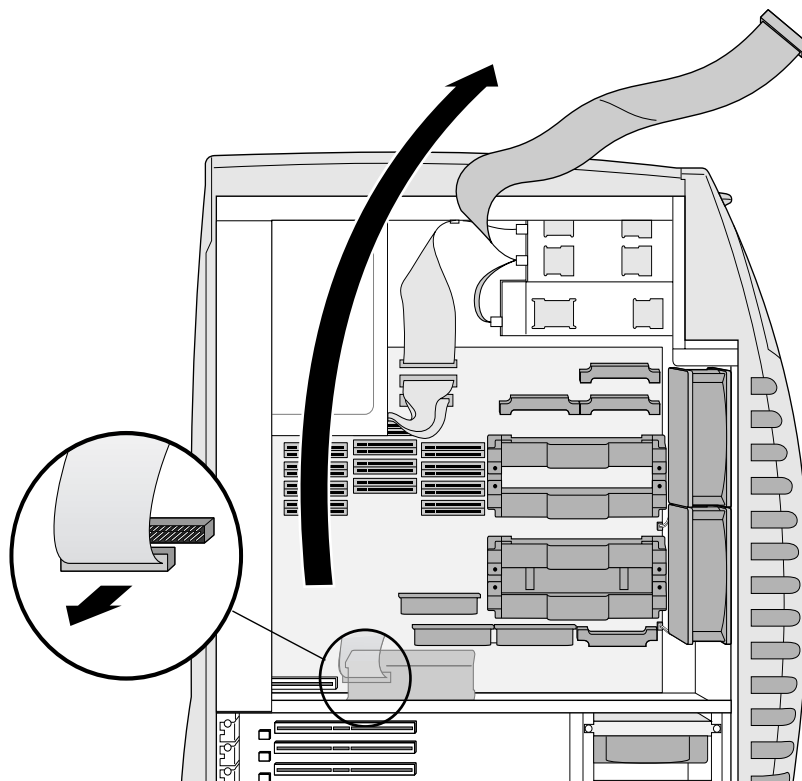

Figure 3-2 Retrait du câble IDE
6. Retirez le câble IDE de son connecteur sur la carte mère en prenant soin de ne pas débrancher le câble du ventilateur horizontal. Faites passer ce connecteur au-dessus de la station de travail (voir Figure 3-2).